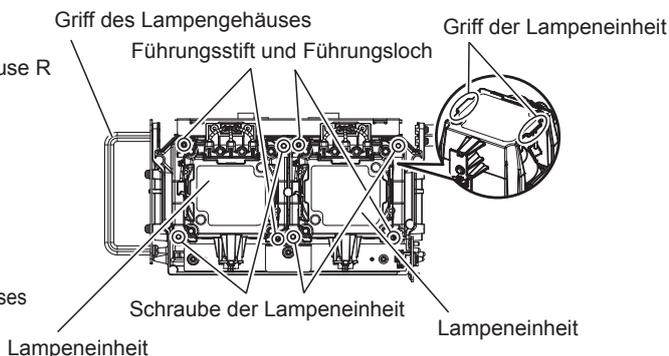

Abb. 4
- 4) Entfernen Sie die Lampeneinheit. (Abb. 4)**